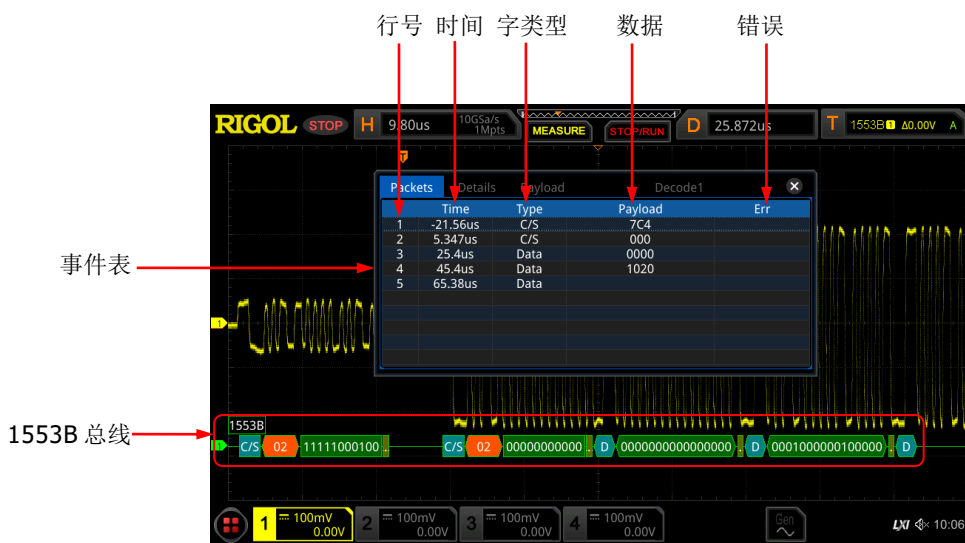

图 11-15 1553B 解码事件表
- 打开或关闭事件表：连续点击 **事件表** 键，打开或关闭事件表显示。打开事件表，屏幕弹出如图 11-15 所示的事件表。您可以点击事件表右上